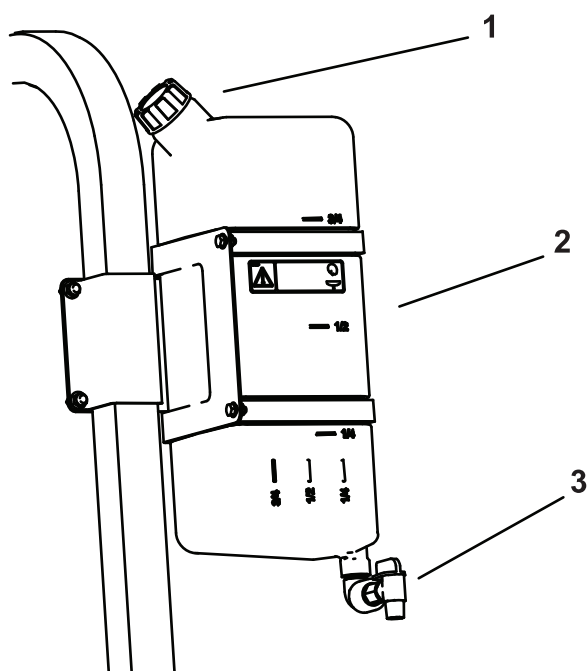

図 71
- タンクに水を入れるには、タンク上面にあるキャップを外し、水を入れて元通りにキャップを取り付けます 図 71。
- コックのレバーをひねれば水が出ます 図 71。